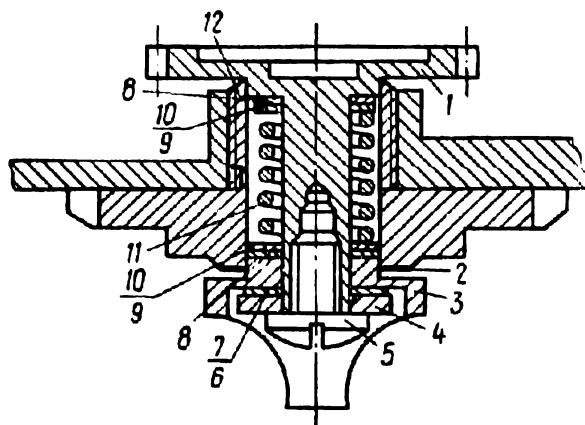

Рис. 33. Фрикцион приемной катушки:
5.2.130. Проверить момент трения фрикциона приемной катушки приспособлением ФК-УП-36, измеряя момент на поводке 3 (рис. 33). Регулировать момент трения шайбами 8, 9, 10. Предварительно снять винт 5, поводок 3, шайбы 4, 6, 7. Места трения смазать смазкой ОКБ-122-7. Установить детали, снятые при разборке, и проверить момент трения (215 ± 25 гсм).
5.2.139. Снять заднюю стенку. Вывинтить сломанный винт 5 (рис. 33) при необходимости сломанный винт высверлить или заменить шестерню 1 новой. Для высверливания винта или замены шестерни снять верхнюю крышку, экранную крышку и затвор согласно пп. 4.6—4.10.3. Смазать места трения фрикциона смазкой ОКБ-122-7. Установить шестерню 1, верхние шайбы 8, 9, 10, пружину 11, нижние шайбы 8, 9, 10, шайбу 2, поводок 3, шайбы 6, 7, 4 и закрепить винтом 5. Проверить момент трения фрикциона согласно п. 5.2.130.